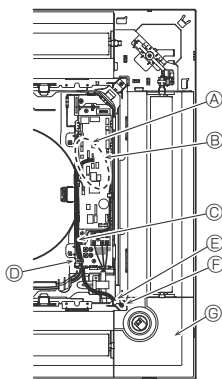
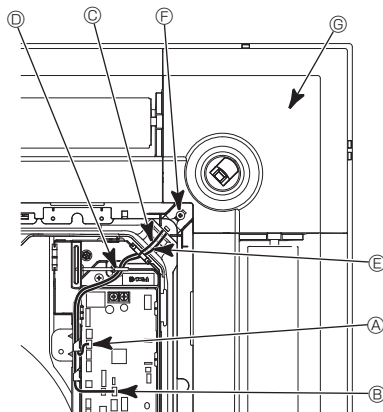
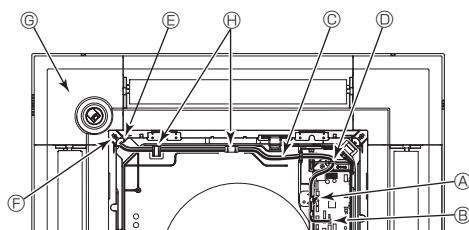

Fig. 6-10
Fig. 6-11
Fig. 6-12
6.5.1. Position standard (Fig. 6-10) et position ② (Fig. 6-11)
- Prenez les fils CN4Z (blanc, à 4 pôles) et CN5Y (blanc, à 5 pôles) du panneau d'angle du 3D i-see Sensor ④ provenant du côté du boîtier électrique de l'appareil et raccordez-les au connecteur du panneau du contrôleur.
- Le panneau d'angle du 3D i-see Sensor doit être fixé sur la grille ① à l'aide de la vis ③.
6.5.2. Position ① (Fig. 6-12)
[Fig. 6-10] [Fig. 6-11] [Fig. 6-12]